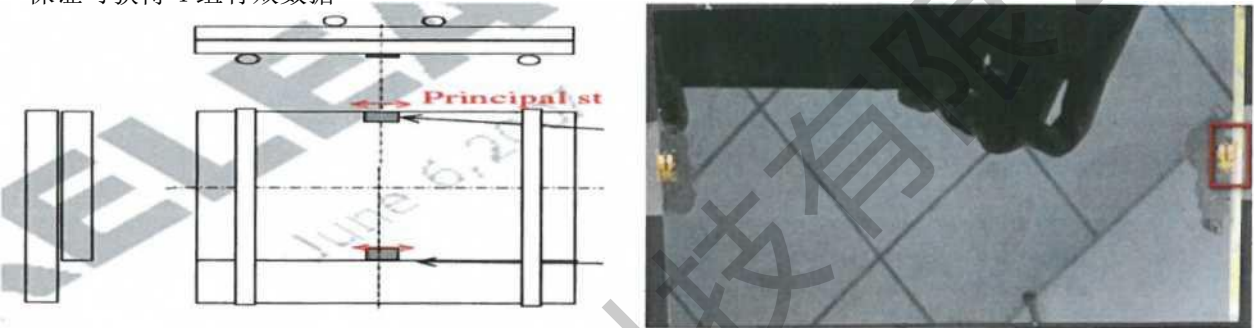

图 11 D 面贴附示意图
4.1.1.8.3 D面 (CF 面朝上台阶处, 图 11) :注意应变片要贴附在台阶处, 至少贴附 8 片玻璃, 以保证可获得 4 组有效数据